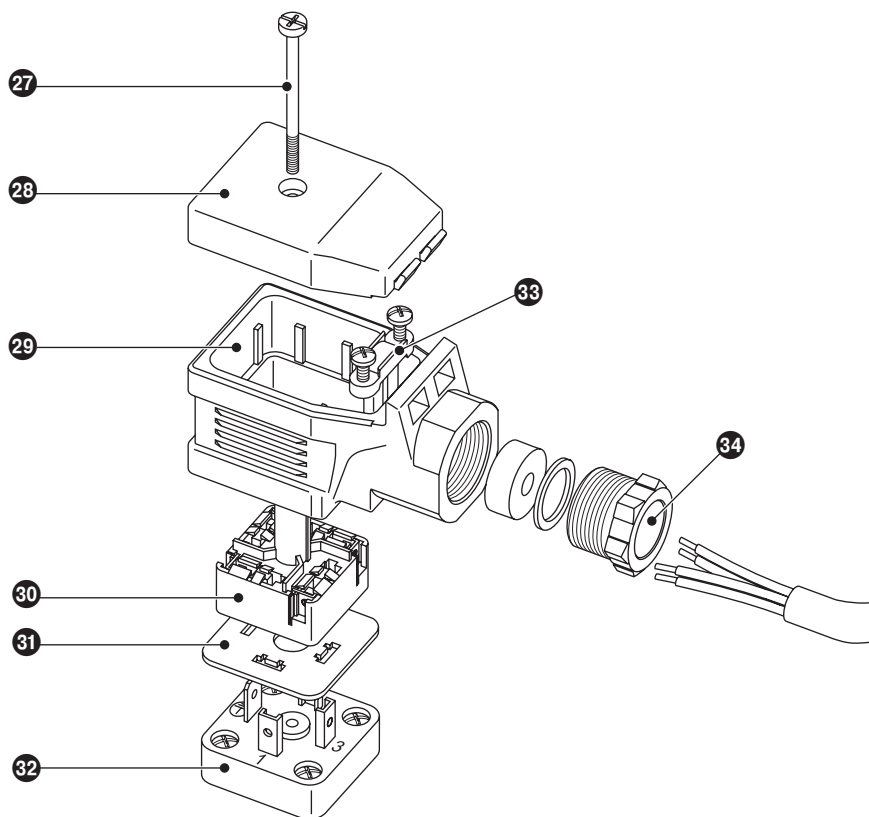

Fig. 22
1. Loosen screw 27. **Fig. 22**
1. Loosen screw ⑳. **Fig. 22**